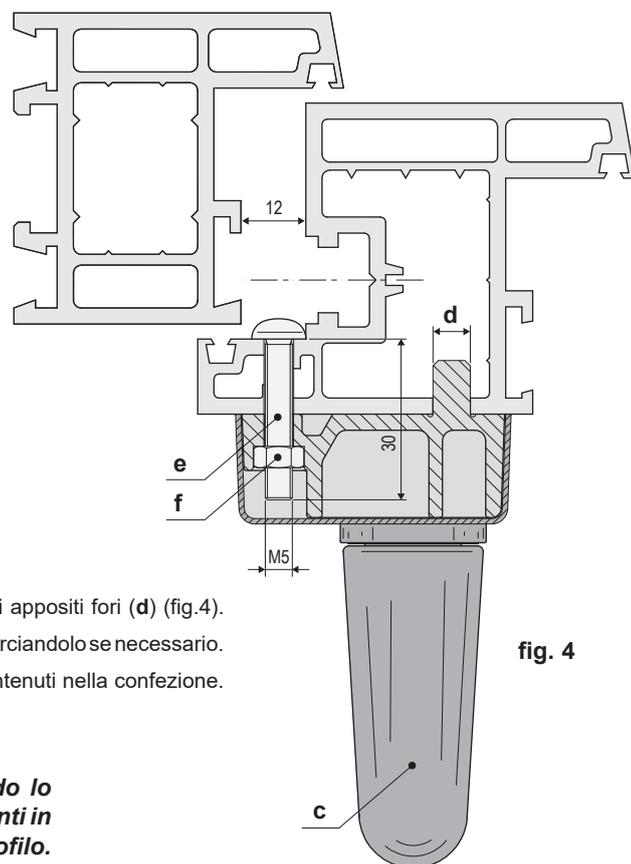

fig. 4
- 2) Posizionare il maniglione (c) sul montante inserendo i perni di centraggio negli appositi fori (d) (fig.4).